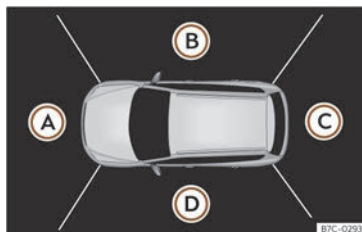

Abb. 138 Anzeige der Rundumsicht: Vogelperspektive.
Es stehen 4 verschiedene Ansichten zur Verfügung >>> (Abb. 138):
Die Kombination aller Kamerabilder ergibt die Vogelperspektive >>> (Abb. 138). Die Vogelperspektive kann durch Drücken auf das Fahrzeug innerhalb des Bereiches gewählt werden.
Durch Drücken auf die verschiedenen Bereiche >>> (Abb. 138) (A) bis (D) der Vogelperspektive oder der reduzierten Vogelperspektive kann die entsprechende Ansicht gewählt und fixiert werden, die dann in Orange hervorgehoben wird.
Am Bildschirm des Infotainment-Systems wird die Vogelperspektive dargestellt >>> (Abb. 138). Wenn die Taste bei einer Fahrgeschwindigkeit über 15 km/h (9 mph) gedrückt wird, wird kein Bild angezeigt.